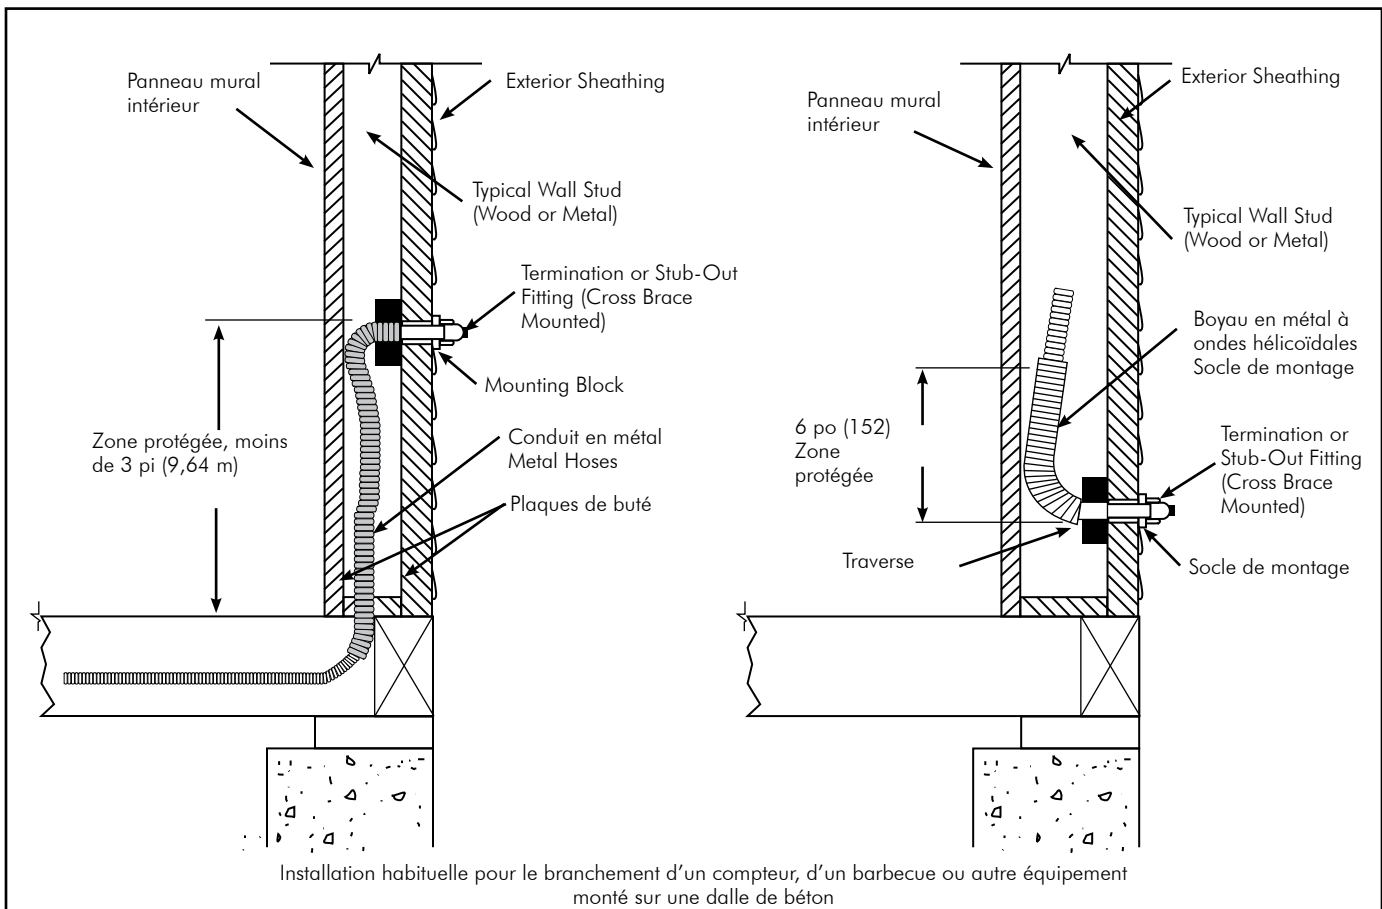
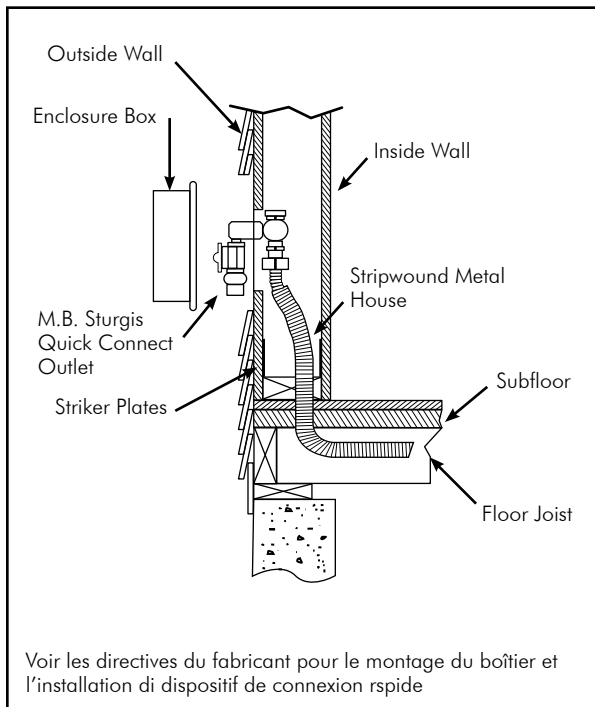

FIG. 4-23 Raccord ou plaque de raccord d'extrémité sur un mur extérieur
FIG. 4-24 Branchement de barbecue avec un dispositif de connexion rapide
- Les barbecues mobiles doivent être branchés à l'aide d'un raccord pour appareil extérieur approuvé qui doit être fixé au système Diamondback à un raccord d'extrémité ou à une plaque de raccord d'extrémité comme le montre la FIG. 4-23 ou à dispositif de connexion rapide comme la sortie de gaz M.B. Sturgis illustrée à la FIG. 4-24. La sortie de gaz M.B. Sturgis doit être installée conformément aux directives du fabricant.
- Les appareils à gaz montés sur des blocs de béton ou des briques, comme les thermopompes, les climatiseurs, les chauffe-piscines et les systèmes de ravitaillement de VGN, doivent être raccordés au système Diamondback avec un raccord ou une plaque de raccord d'extrémité à l'aide d'un tuyau rigide ou d'un raccord pour appareil extérieur approuvé, comme le montrent les FIG. 4-24 et 4-28.